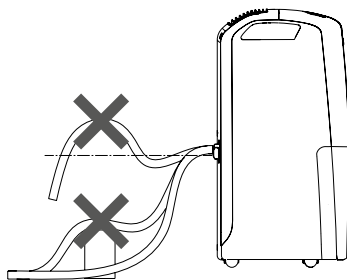

Fig. 5
- 3) Assurez-vous que l'extrémité du flexible ne soit pas plus haut que la goulotte (Fig. 3), ou l'eau pourrait demeurer dans le réservoir. Assurez-vous qu'il n'y ait aucune coque dans le flexible (Fig. 5).